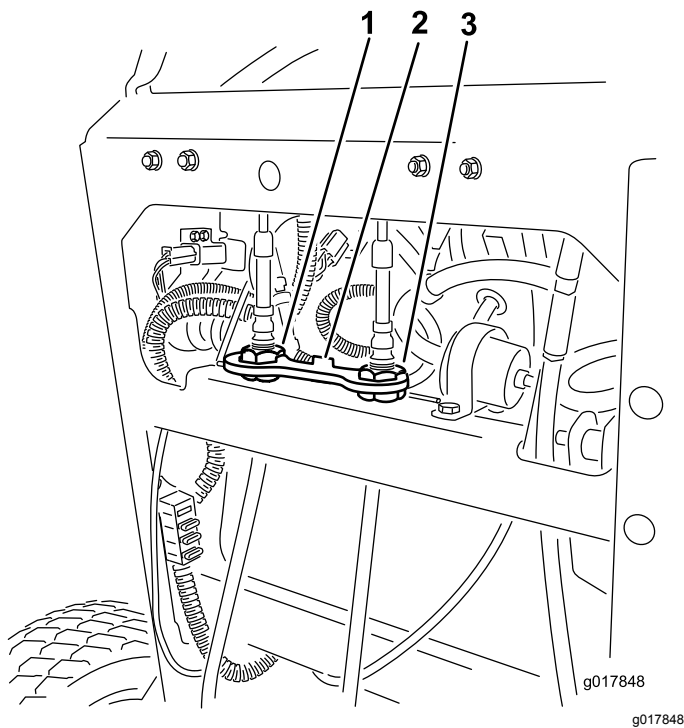

Bild 55
4. Drehen Sie die rechte Kabeleinstellung so, dass der rechte Fahrtriebshebel in der Mittel des Schlitzes für die arretierte Neutral-Stellung am Armaturenbrett ist (Bild 55).